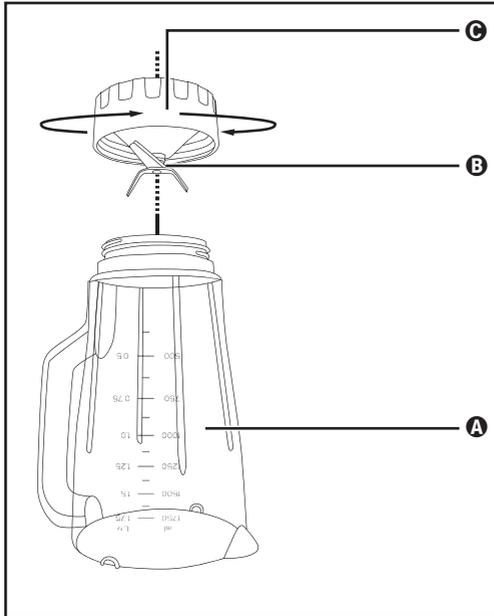

Fig. 3
- 2) Vend produktet på hovedet, og drej den nederste plastdel ③ på blenderkanden ③ mod urets retning, så den kan løsnes fra blenderkandens ③ øverste plastdel ① (se fig. 3).